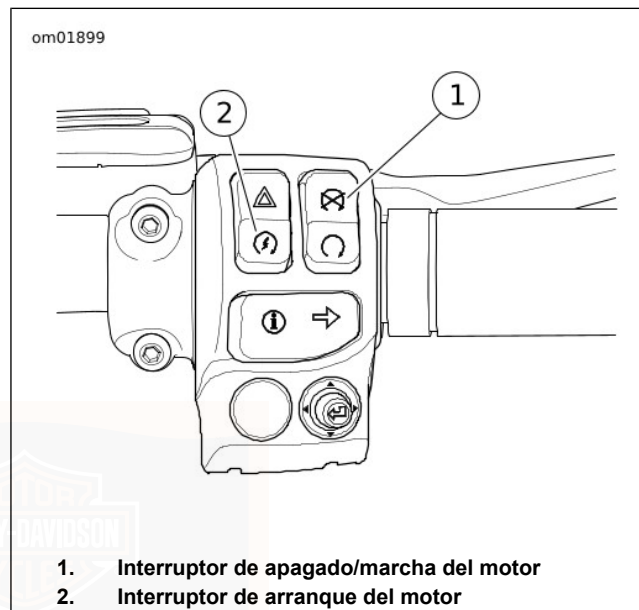

Figura 43. Controles del manillar derecho
2. Vea Figura 43. Con el llavero con mando a distancia del sistema de seguridad presente, gire el interruptor de APAGADO/MARCHA a la posición MARCHA.